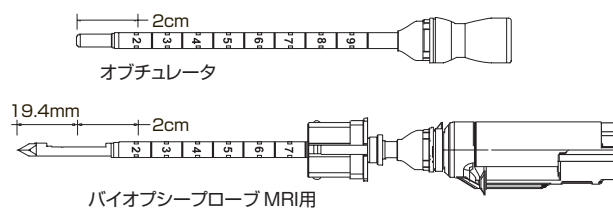

図20: バイオブシープローブ MRI用、イントロデューサカニューラ
- f) スタイレット/オブチュレータを抜去してバイオブシープローブをイントロデューサカニューラに挿入する間、イントロデューサカニューラを保持します。MRIタイプのバイオブシープローブの先端は、オブチュレータ先端の挿入深度より19.4mm遠位となります(図20)。